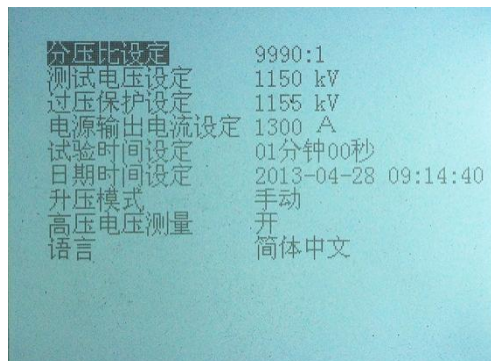

图 19 变频电源装置菜单显示
6.7.4.1 通过启动控制箱面板上的【菜单】按钮，进入菜单。菜单显示如图 19 所示，菜单的选择由控制箱中的四个黄色的方向按钮来完成。当菜单选择完毕后，再次按动【菜单】按钮，即可退出菜单。在菜单状态下禁止启动变频电源装置，此时变频电源装置处于不受监控状态。启动变频电源装置后，菜单的功能也被禁止进入。只有在停止灯亮后才可以进行菜单操作。当发生故障时菜单将会被禁止操作，只有重新启动控制箱电源才能够再次进入菜单操作。